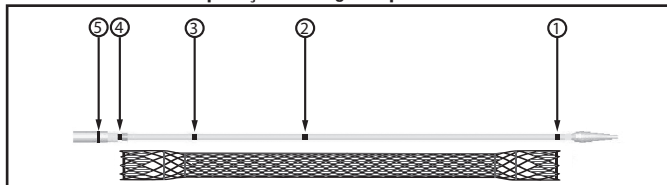
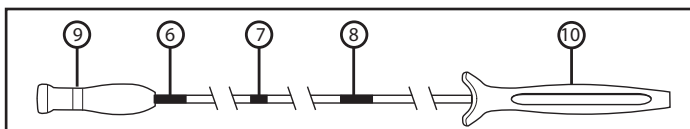

Figura 2. Sistema de aplicação e Marcadores radiopacos (RO)
Figura 3. Sistema de aplicação, Marcadores visuais e Pegas
Existem três marcadores visuais na pega do sistema introdutor para auxiliar na colocação enquanto se utiliza visualização endoscópica (Figura 3). O marcador visual mais distal indica que o stent está completamente aprisionado no sistema introdutor, (Figura 3, n.º 6) um marcador visual indica que o stent está desdobrado a 50% (ponto médio) (Figura 3, n.º 7) e o marcador visual mais proximal indica o ponto em que o aprisionamento do stent já não é possível (Figura 3, n.º 8).
Existem cinco marcadores radiopacos (RO) para facilitar o desdobramento do stent durante utilização de fluoroscopia (Figura 2). Existem dois marcadores RO no tubo interno do sistema introdutor que identificam as extremidades do stent aprisionado (Figura 2, n.º 1 e n.º 4). Existem dois marcadores RO adicionais entre estes dois marcadores RO. Um marcador RO indica o ponto médio do stent (Figura 2, n.º 2). Um marcador RO no tubo interior indica o ponto em que o aprisionamento do stent já não é possível (Figura 2, n.º 3). O quinto marcador RO na extremidade inicial do tubo exterior indica a quantidade de desdobramento do stent (Figura 2, n.º 5).
Se estiver a utilizar orientação fluoroscópica, posicione o stent por forma a que o marcador 2 (figura 2) esteja no centro do tumor ou da fístula. Isto assegura que o stent irá abranger o tumor corretamente.
Comece por desdobrar o stent segurando na pega distal (mais distante do operador, Figura 3, n.º 9) do sistema de aplicação com uma mão. Com a outra mão, segure na pega proximal (mais próxima do operador, Figura 3, n.º 10) e mantenha esta pega estável. Entre as pegas existe um segmento com marcadores visuais. Estes marcadores visuais destinam-se a facilitar o desdobramento do stent. Antes de desdobrar o stent, pode ver um marcador na posição de não desdobramento/retração completa (Figura 3, n.º 5).
Para desdobrar o stent, segure na pega distal (mais distante do operador, Figura 3, n.º 9) com uma mão e na pega proximal (mais próxima do operador, Figura 3, n.º 10) com a outra mão. Para desdobrar o stent, puxe a pega distal lentamente na direção da pega proximal, mantendo a estabilidade da pega proximal. Monitorize a libertação do stent fluoroscopicamente e/ou endoscopicamente, mantendo os marcadores do sistema de aplicação entre as margens da estenose identificadas. Se necessário, poderá interromper o desdobramento e ajustar a posição do stent proximalmente sem reaprisionar o stent antes de passar o marcador de retração (Figura 3, n.º 8). Após colocar o stent numa posição satisfatória, continue o processo até ao desdobramento total.
- É possível retraindo o stent em qualquer ponto dos marcadores de retração (radiopaco: Figura 2, n.º 3 e visual: Figura 3, n.º 8).
Nota: o stent está completamente retraído se o marcador visual (Figura 3, n.º 6) estiver totalmente visível.
- Volte a embainhar o tubo exterior do sistema introdutor puxando a pega distal (Figura 3, n.º 9) para longe do operador. Retire lentamente o sistema introdutor e o fio-guia.